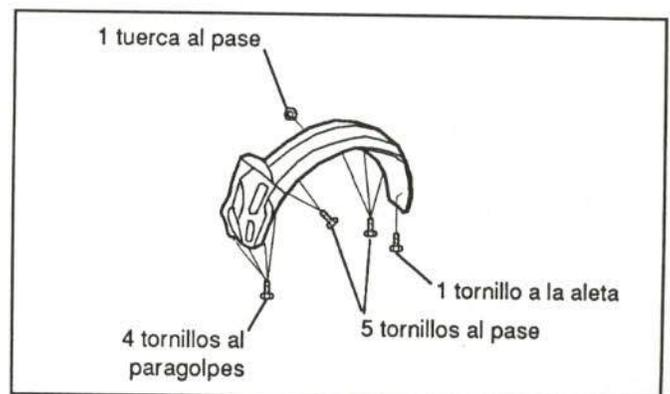

Figura 15.- Fijación del guardabarros
En la figura 15 se presenta su fijación
- Guardabarros (figura 15)